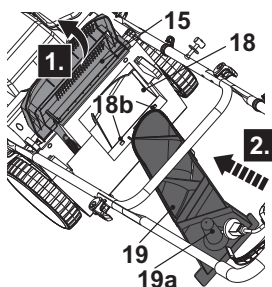

Fig. 15
1. Abrir a proteção deflectora (15), manter a pega (19a) em posição e inserir a cobertura vegetal (19) na calha de descarga traseira (18) (Fig. 15). Assegurar-se de que os espigões (19b) encaixam nas ranhuras da calha de descarga traseira (18b).